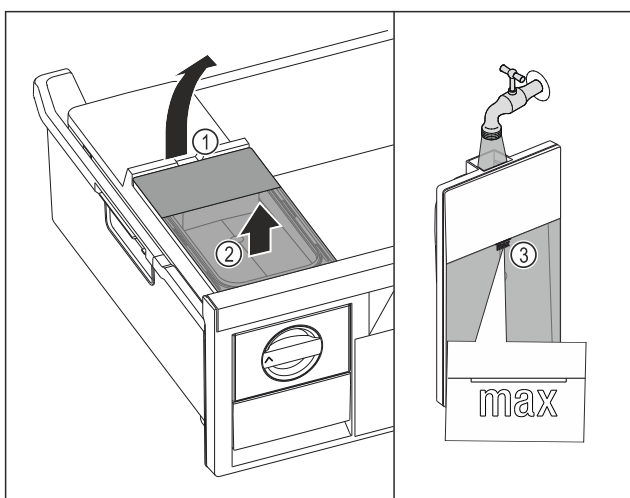

Fig. 109
- Dvignite rezervoar za vodo dvignite za izrez Fig. 109 (1).
- Rezervoar za vodo odstranite v smeri navzgor. Fig. 109 (2)
- Rezervoar za vodo napolnite s pitno vodo do oznake Fig. 109 (3).